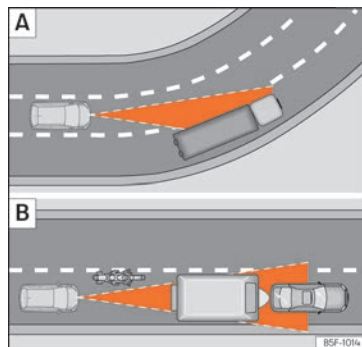

Abb. 155 [A] Fahrzeug in einer Kurve. [B] Vorausfahrender Motorradfahrer außerhalb des Erfassungsbereichs des Radarsensors.
Es ist möglich, dass die ACC das vorausfahrende Fahrzeug in der Kurve nicht erkennt oder die Entfernung mit Fahrzeugen, die sich auf anderen Fahrspuren befinden, einstellt » » **Abb. 155** [A].
- » » **Abb. 155** [B]